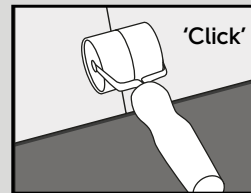

Rys. 4b
4. Rozpocząć drugi rząd, mocując pióro do wpustu metodą klik; deskę trzymać pod kątem (około 30°), a następnie wstukać deskę/płytkę ciasno we wpust pierwszego rzędu. Kolejną deskę/płytkę zamontować, ostrożnie, łącząc pióro i wpust po długiej stronie (Rys. 3). Płytki i deski należy montować przesunięte względem siebie, aby cztery kąty nigdy się nie spotykały (Rys. 4a i Rys. 4b).